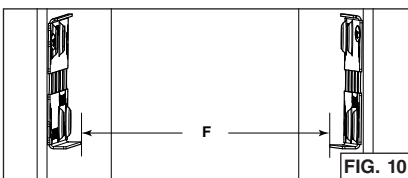

FIG. 10
6. Medir la distancia entre ambos bordes inferiores de los soportes (F) (FIG. 10). La tabla siguiente indica la distancia adecuada.